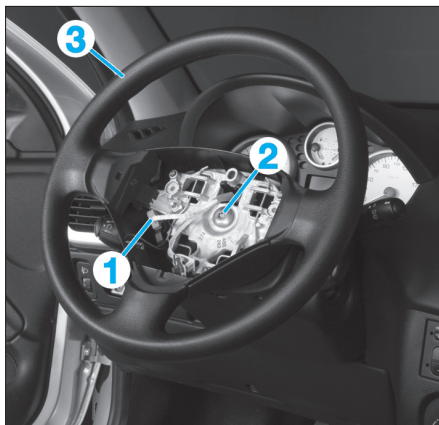

Fig. 1
- Débrancher le connecteur (1) (Fig.1).
- Desserrer la vis (2) de quelques filets.
- Débloquer le volant de direction (3) de ses cannelures en tapant sur la périphérie avec les mains.